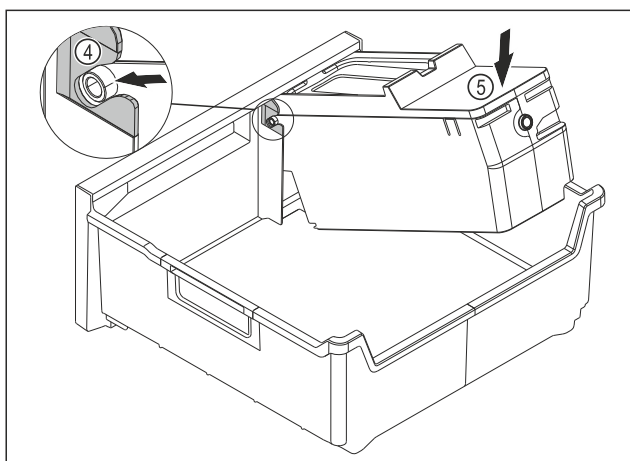

Fig. 100
- Montáž korpusu EasyTwist-Ice: Osy korpusu EasyTwist-Ice zasuněte do vedení Fig. 100 (4).
- Stlačte korpus EasyTwist-Ice Fig. 100 (5) vzadu dolů.